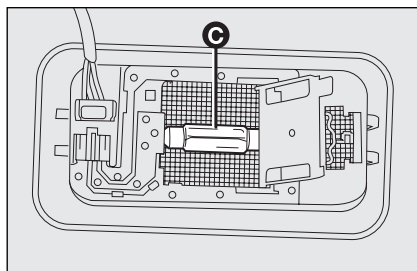

fig. 42
- ☐ sostituire la lampada **C-fig. 42** svincolandola dai contatti laterali, inserire la nuova lampada accertandosi che la stessa risulti correttamente bloccata tra i contatti stessi;